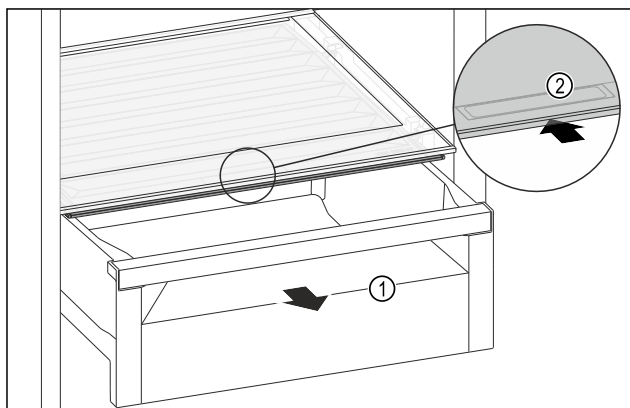

Fig. 146
- Træk skuffen Fig. 146 (1) ud.
- Tag fat i grebsforsænkningen Fig. 146 (2) i bokslåget, og skub samtidigt bokslåget tilbage.